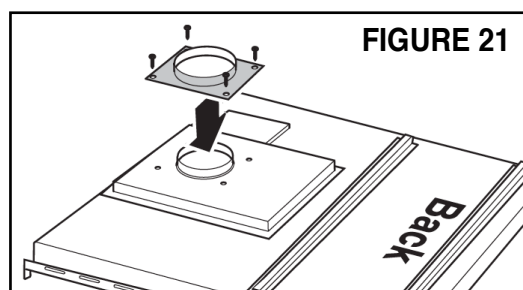

FIGURE 21
- Monter la bague de ventilation à l'arrière de la hotte (FIGURE 21)